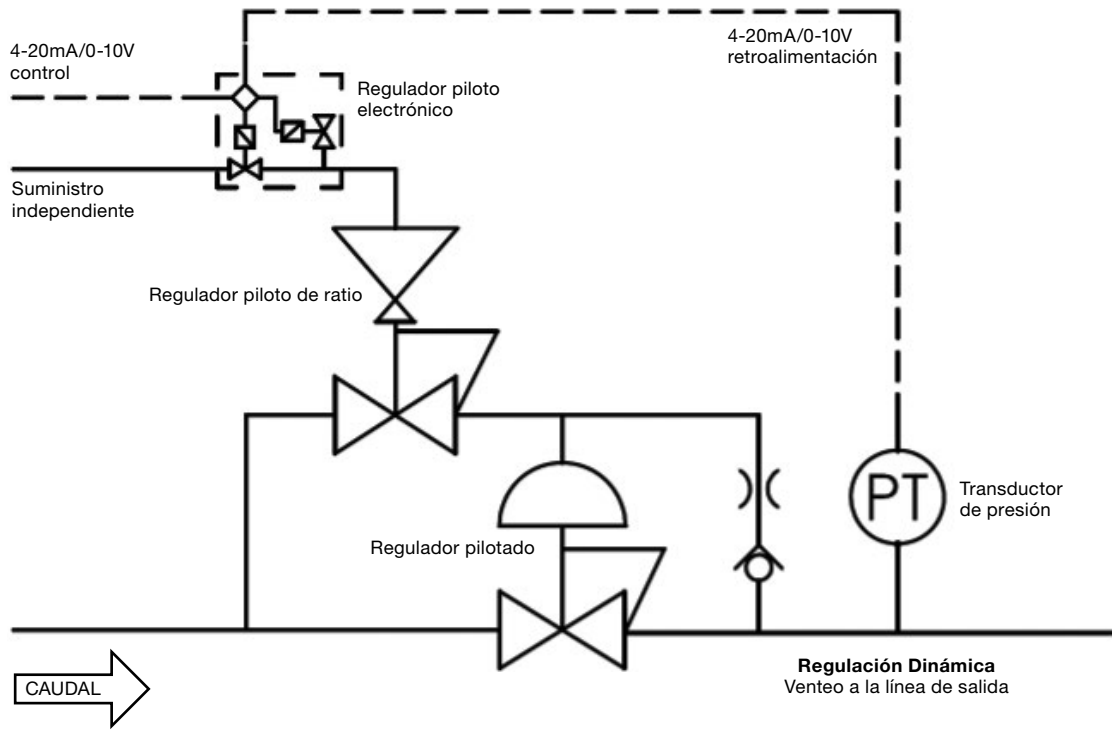

Figura 7
- **Control de Ratio** En esta configuración se utiliza un regulador piloto de ratio alimentado desde la presión del sistema, para controlar la presión de la bóveda. El piloto de ratio puede controlarse mediante una combinación de regulador electrónico y transductor de presión (Figura 7) o mediante una alimentación externa de la bóveda. La presión de salida del piloto de ratio es proporcionalmente mayor que la presión de su bóveda. De este modo, el regulador principal puede conseguir una presión de salida completa controlada desde un suministro de baja presión. Esta configuración no es adecuada para aplicaciones de líquidos.